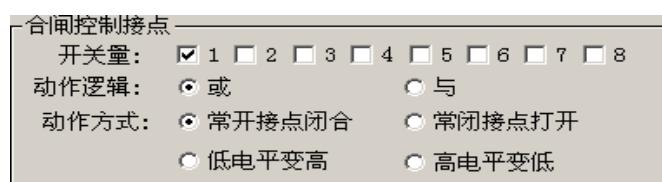

图 3.7-19
- 设置“合闸控制接点”，如图 3.7-19。
在图 3.7-19 中设置合闸控制接点输入测试仪的开入端口号、动作逻辑、动作方向。